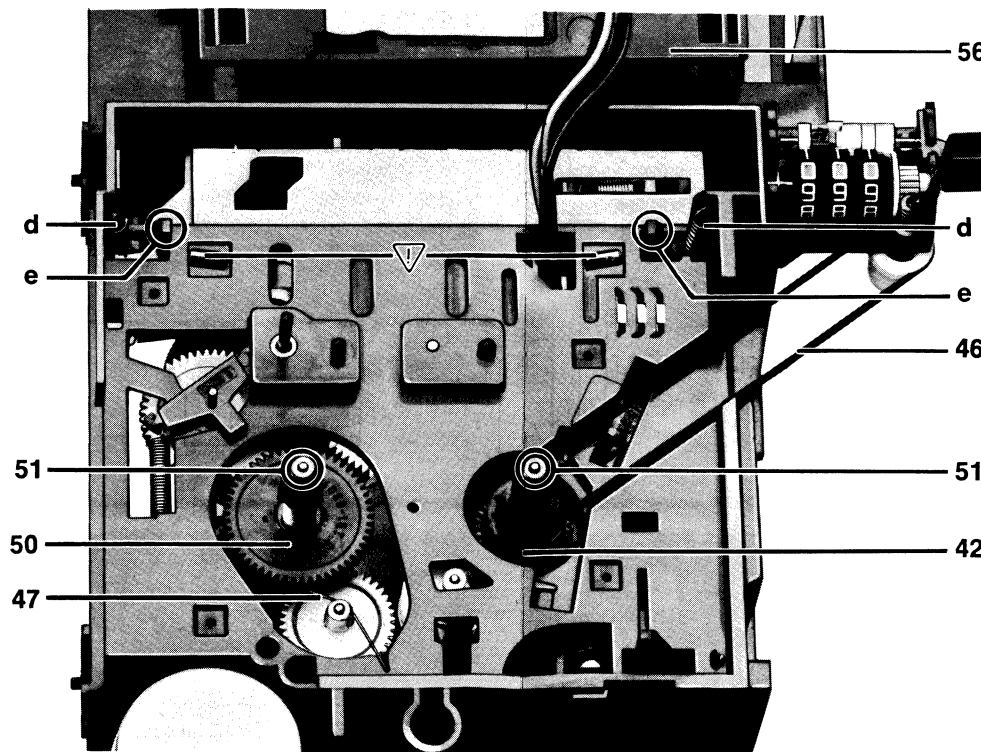

Bild 10
- Auf Walzenlager **59** achten  $\nabla$  [Bild 10].